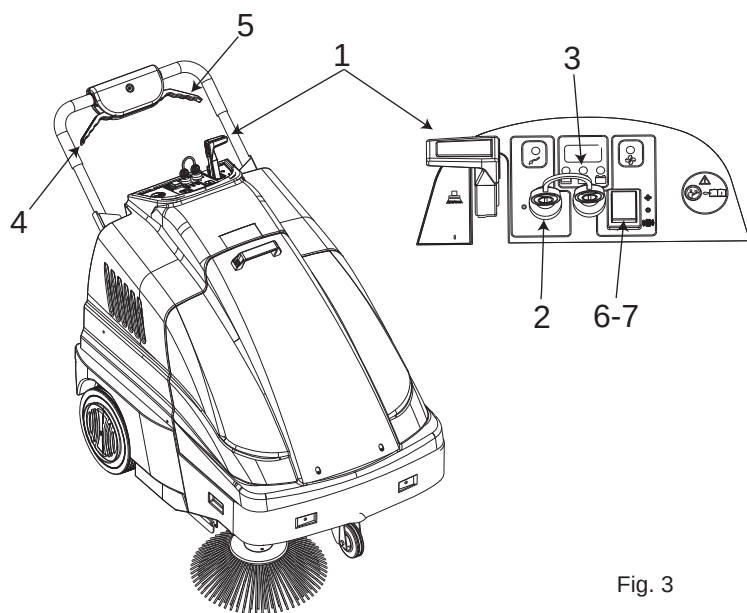

Fig. 3
- Portare la leva alza spazzola (pos. 1 Fig. 3) in posizione "0".
- Verificare che la spazzola laterale pos. 1 Fig 3 sia in posizione "0".
- Portare in posizione "I" l'interruttore a chiave pos. 2 Fig. 3.
- Dopo aver girato la chiave attendere circa 10" prima che la macchina si metta in moto. Controllare tramite il segnalatore pos. 3 Fig. 3 che la batteria sia completamente carica prima di iniziare a lavorare, in caso contrario mettere sotto carica la batteria.
- Attivare l'aspiratore portando in posizione "I" l'interruttore pos. 7 Fig. 3.
Spegnere l'aspiratore portando in posizione "0" l'interruttore pos. 7 Fig. 3, quando si utilizza la macchina in trasferimento.
- Tirare la leva di trazione pos. 4 Fig. 3 e procedere alla pulizia. Se è necessario, azionare la leva pos. 1 Fig. 3 portandola in posizione "I" per inserire la spazzola laterale. A fine lavoro portare, se utilizzata, la leva spazzola laterale in posizione "0", spegnere la macchina e togliere le chiavi dal quadro comandi.
La durata della carica della batteria dipende dalla manutenzione ordinaria e dal livello di scarica. Non far scendere la carica della batteria al di sotto del limite indicato dalle spie in pos.3 Fig.3. Una volta raggiunto il livello max. di scarica, la macchina si fermerà e dovrà essere ricaricata prima di poter essere nuovamente utilizzata.